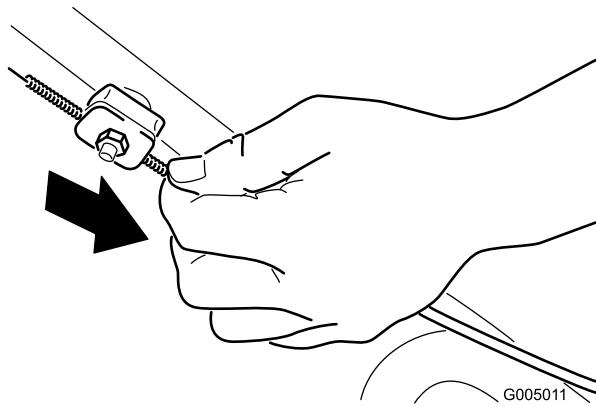

Рисунок 22
- Вытягивайте оболочку троса (к газонокосилке), пока в тросе не появится слабина (Рисунок 22).